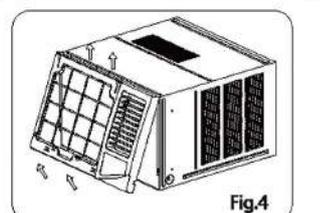

Fig.4
2. Sostenga el lado inferior izquierdo del marco, lo levanto para desenganchar el lado inferior, retírelo hacia usted (consulte la Fig.4).